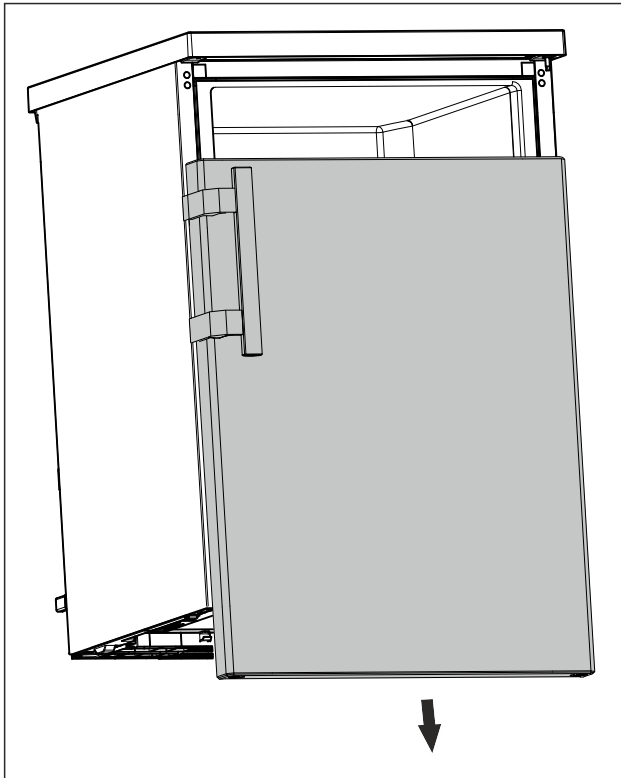

Fig. 12
- Zdjąć drzwi w dół. (patrz Fig. 12)